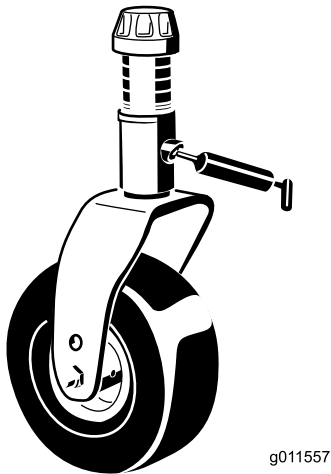

Figura 44
- Um casquilho de eixo da forquilha da roda giratória (Figura 44)